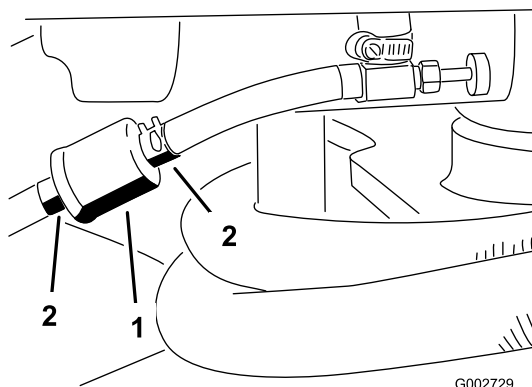

Bild 30
- Schließen Sie den Kraftstoffhahn, lockern die Schlauchklemme an der Vergaserseite des Filters und ziehen die Kraftstoffleitung vom Filter ab (Bild 30).